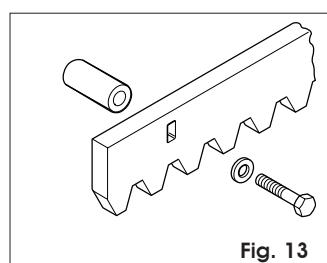

Fig. 13
5.4.2. CREMALLERA DE ACERO PARA ENROSCAR (Fig. 13)